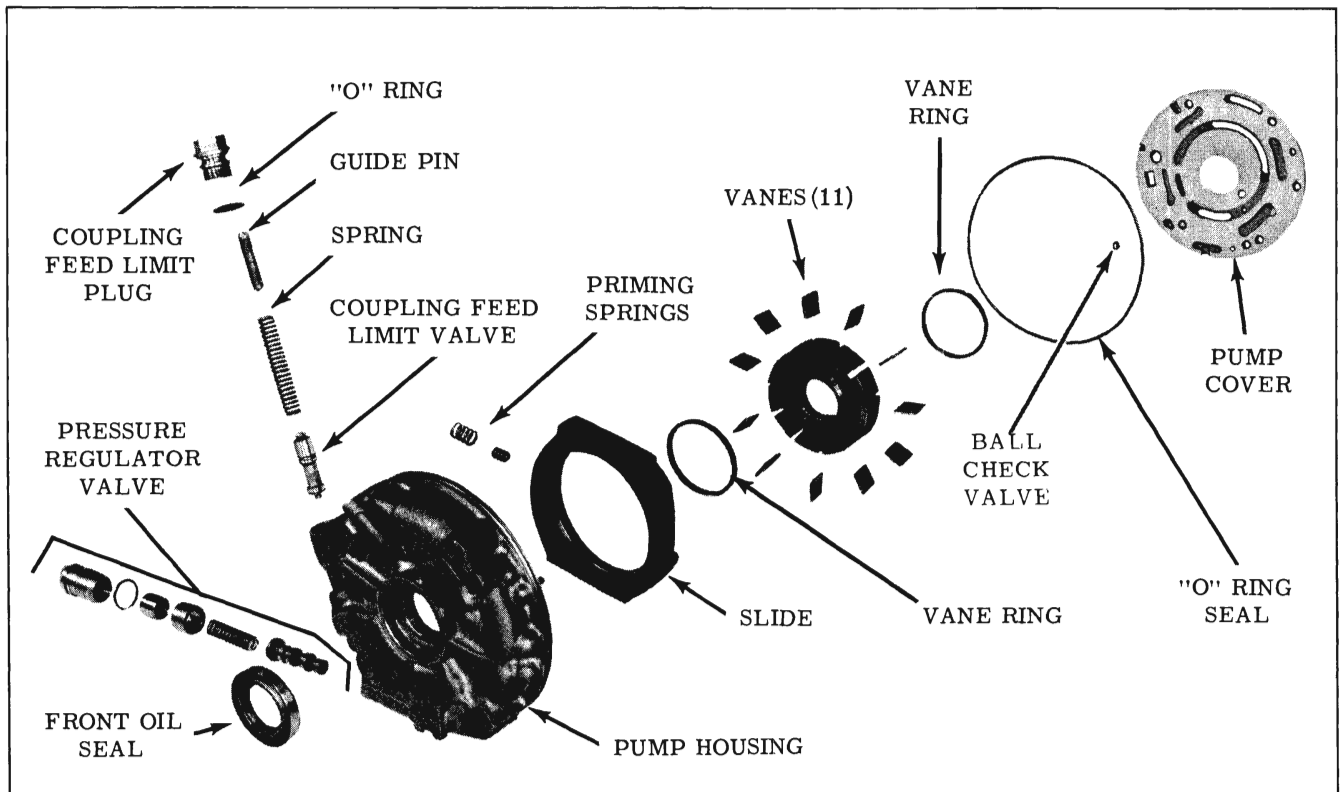

Fig. 3-54 Oil Pump Assembly
**PUMP DISASSEMBLY (Fig. 3-54)**
### PUMP ASSEMBLY (Fig. 3-54)